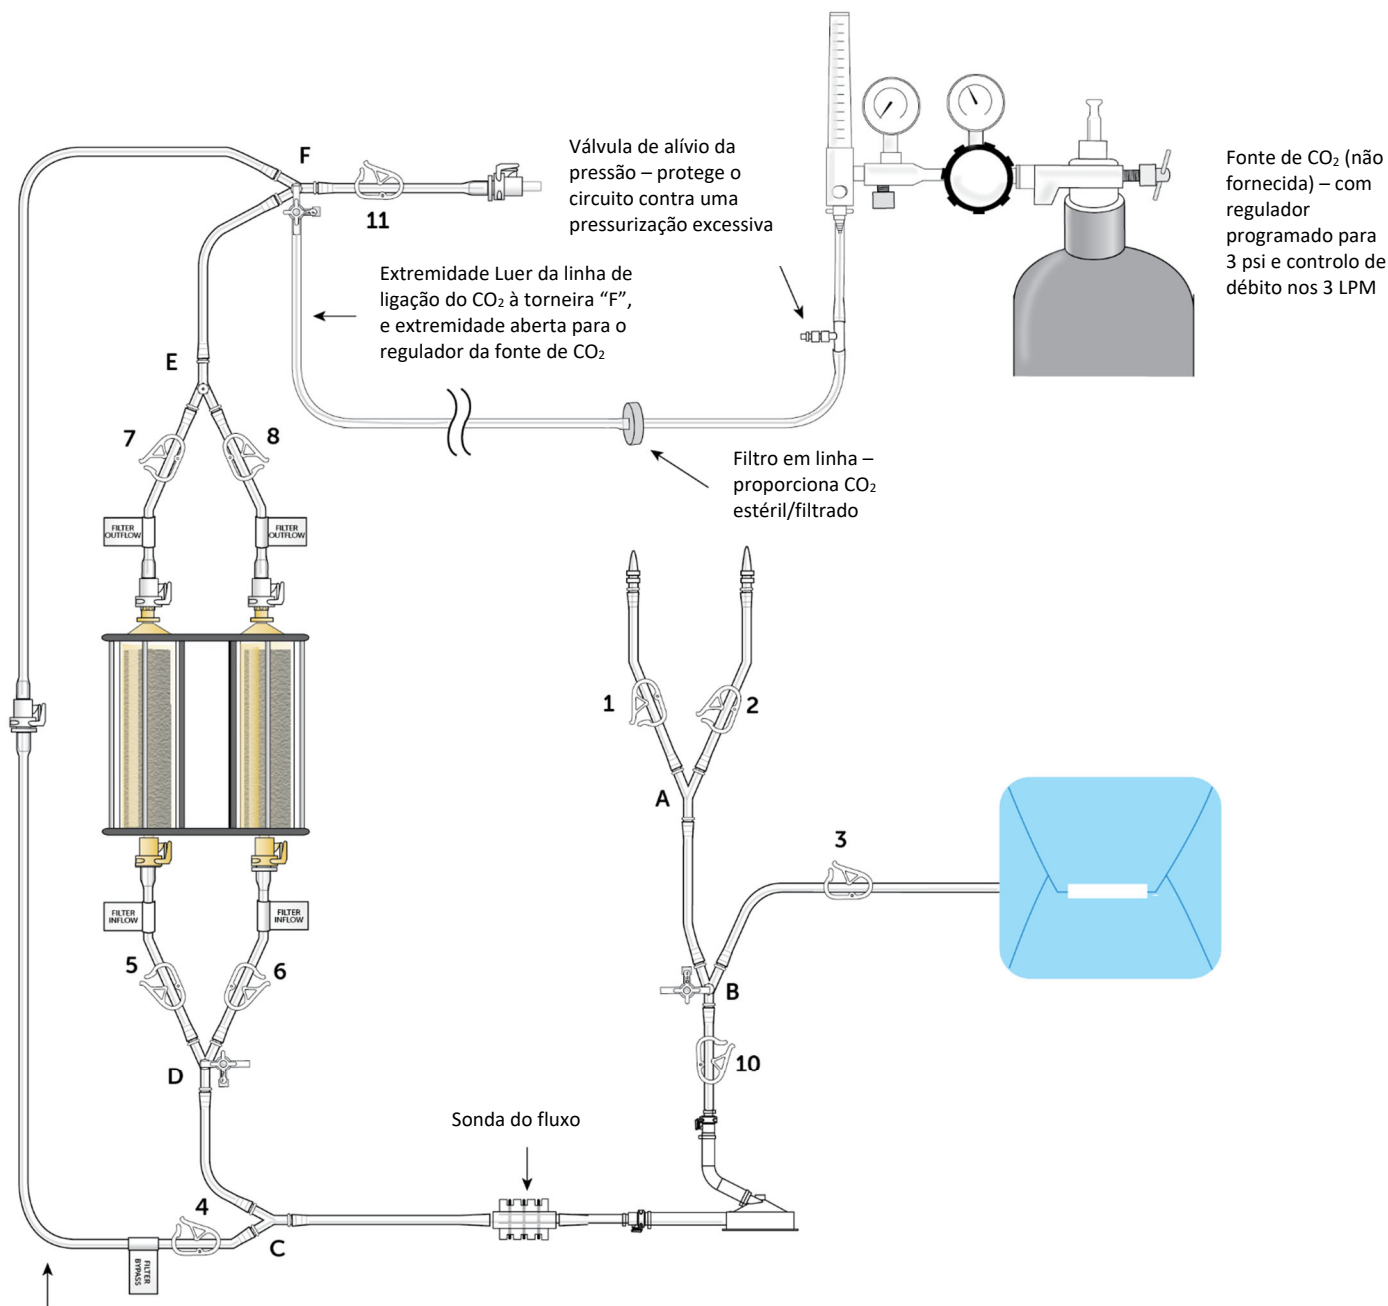

Figura 12
- Feche o clampe de saída (11), ligue a linha de ligação do CO₂ à torneira “F”, e abra a torneira, ver Figura 12.